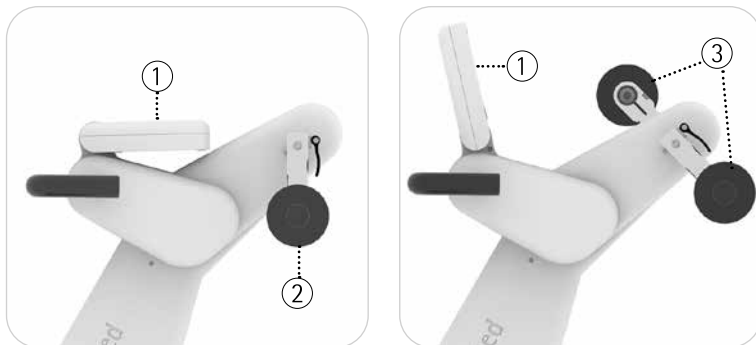

Abb. 4.4, 4.5
siehe Abb. 4.4, 4.5 Klappen Sie die Bedieneinheit ① bis zum Anschlag auf. Sie können die Bedieneinheit ① auch beliebig nach vorne neigen.